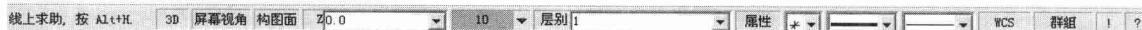

图1-7
- (1) 双击桌面上的  图标, 打开 Design 模块进行设计。
- (2) 状态属性栏的设置如图 1-7 所示。